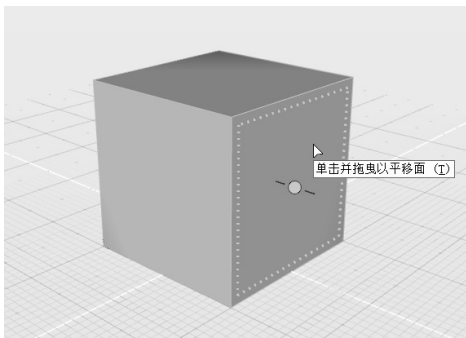

图 6-16 对可编辑面进行转换操作
2) 按快捷键〈D〉，将编辑状态切换至“面”。此时当鼠标光标悬停至某一个面上时，该面会呈现高亮，并出现提示“单击并拖曳以平移面”，如图 6-16 所示。